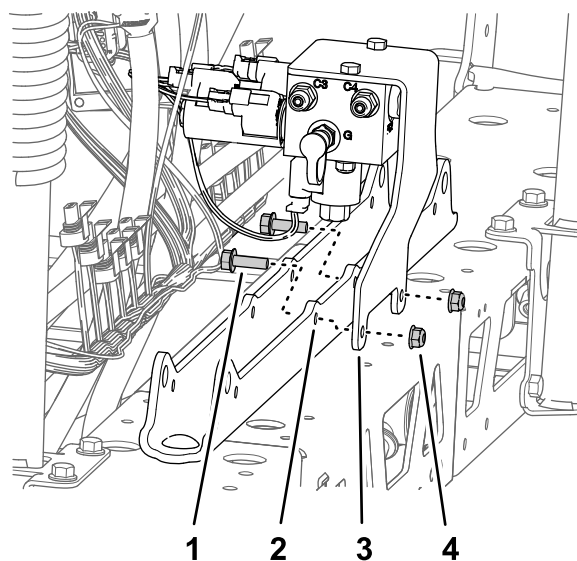

Рисунок 94
- А. Совместите отверстия в опорном кронштейне коллектора подъема секции с отверстиями в креплении цилиндра (Рисунок 94).
- В. Установите опорный кронштейн на крепление цилиндра (Рисунок 94) при помощи 2 болтов с фланцевыми головками (5/16 x 1 дюйм) и фланцевых контргаек (5/16 дюйма), снятых при выполнении пункта